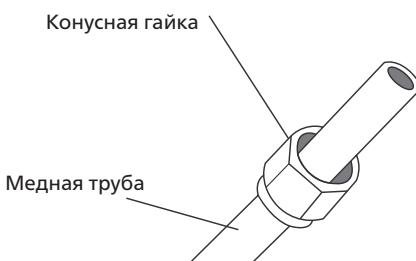

Рис. 7.4
3. Наденьте конусные гайки на оба конца трубы. Гайки должны быть ориентированы в правильном направлении, поскольку после развалицовки гайки нельзя будет надеть или изменить их ориентацию. (См. рис. 7.4.)